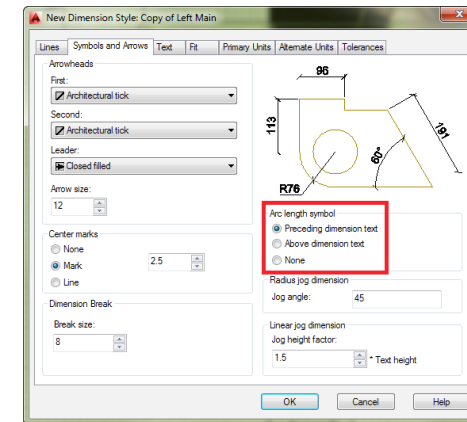

Рис. 99 Настройка символа длины дуги
- **Arc length symbol (Символы длины дуги).** Данная настройка устанавливает положение символа длины дуги относительно размера. Он может находиться либо перед текстом размера (**Preceding dimension text**), либо над текстом размера (**Above dimension text**), или вообще не указывается (**None**) (Рис. 99).